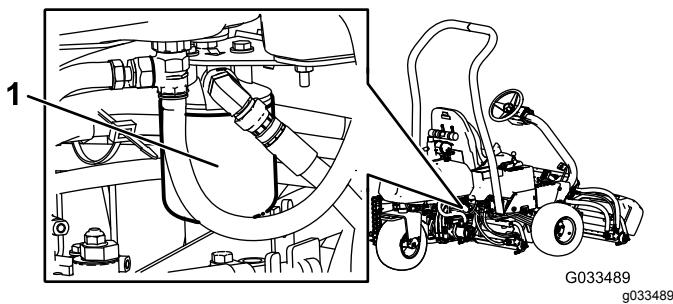

Рисунок 53
- Повторите пункты 1 и 2 для правого гидравлического фильтра (Рисунок 53).